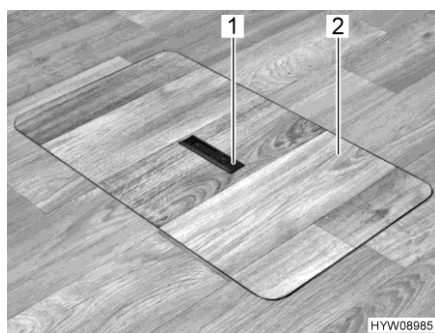
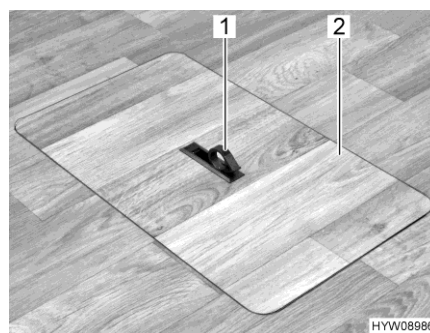

Fig. 51 Couvercle compartiment de rangement sous le plancher (poignée encastrée)
Fig. 52 Couvercle compartiment de rangement sous le plancher (poignée pivotée vers l'extérieur)
- Pousser la plaque de la poignée (Fig. 51,1) vers le bas d'un côté. La poignée (Fig. 52,1) pivote vers le haut.
- Retirer le couvercle (Fig. 52,2) par le haut.
- Mettre le couvercle (Fig. 52,2) en place dans le cadre découpé dans le plancher.